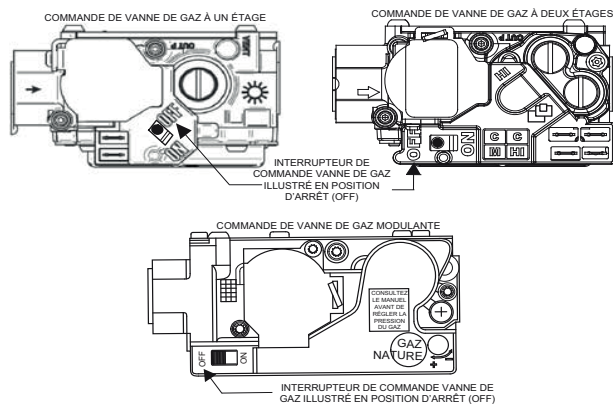

Fig. 11 – Interrupteur de commande en position d'arrêt (OFF)
5. Réglez l'interrupteur de la commande de gaz à la position d'arrêt (OFF) et patientez cinq minutes. Consultez la Fig. 11. Reniflez tout autour de l'appareil, y compris près du plancher. Si vous sentez une odeur de gaz, ARRÊTEZ! Suivez l'étape B sur l'étiquette de la chaudière. Si vous ne détectez aucune odeur de gaz, passez à la prochaine étape.
5. Réglez l'interrupteur de la commande de gaz à la position d'arrêt (OFF). Consultez la Fig. 11.